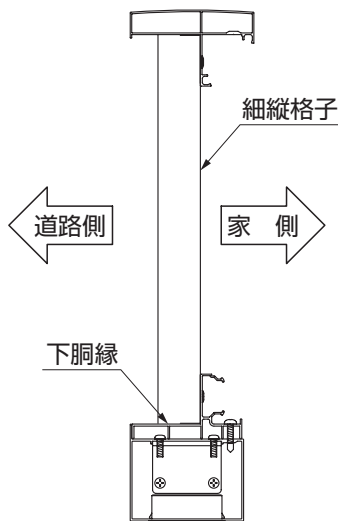

図5-14
- 細縦格子には取付けの際方向、向きがあります。(図5-14参照)